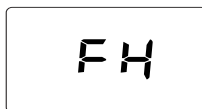

fig. 5- Purjare cu ventilatorul activat
- În următoarele 20 de secunde pe afișaj apare **FH**, care indică ciclul de evacuare a aerului din instalația de încălzire cu ventilatorul în funcțiune (fig. 5).